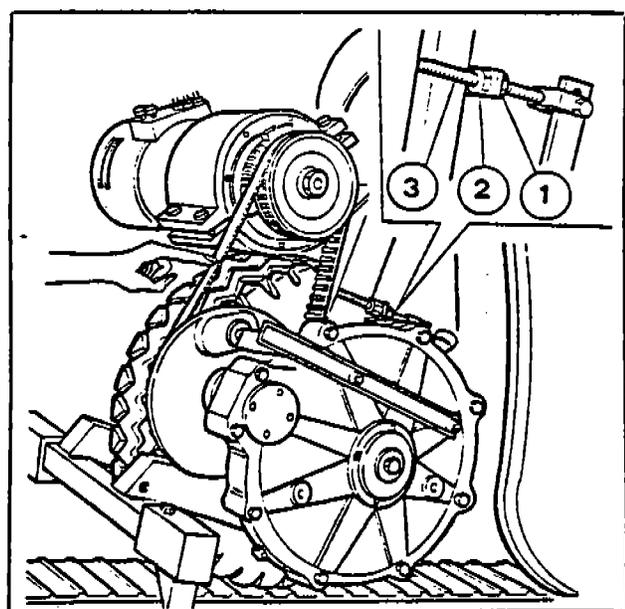

Fig. 49
The right regulation to operate is a 4-lb. pressure on the belt, it will flex about 5/6" (Fig. 49) To adjust the belt:
La giusta tensione della cinghia si ha quando esercitando una pressione di circa 2 kg. al centro del tratto libero tra le due pulegge, si ottiene una flessione di circa 2 mm (Fig. 49). Se necessario regolarne la tensione come segue:
- 1) Allentare dado e controdado (1-2-Fig. 49).
- 2) Avvitare poi il dado (2-Fig. 49) sul prigioniero (3-Fig. 49) finchè si ottiene la giusta tensione della cinghie, bloccare poi con il controdado (1-Fig. 49).
- 1) Sbloccare dado (1-Fig. 49) e svitare il controdado (2-Fig. 49) fino a permettere lo sfilamento della cinghia prima dalla puleggia riduttore e poi dalla puleggia motore.